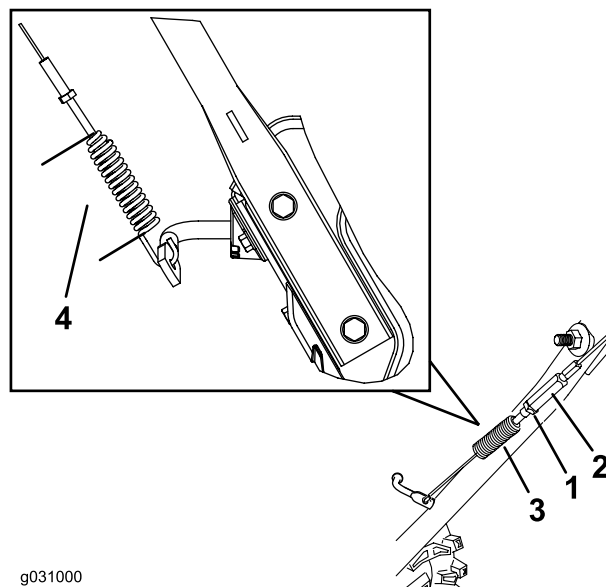

Figura 29
- Allentate o serrate il tornichetto per regolare la lunghezza della molla a 7 cm, come illustrato nella Figura 29.
- Serrate il controdado (Figura 29) assicurandovi che vi sia una leggera tensione sul cavo.